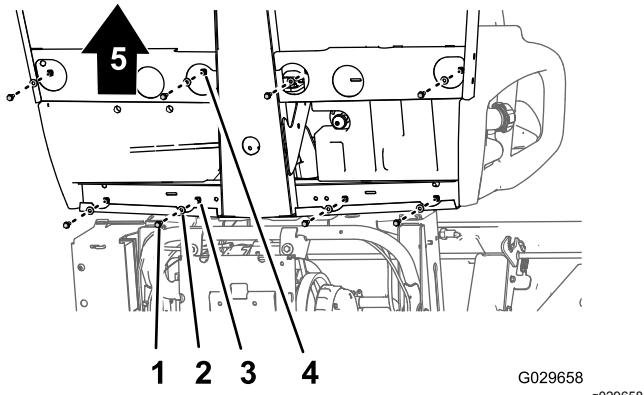
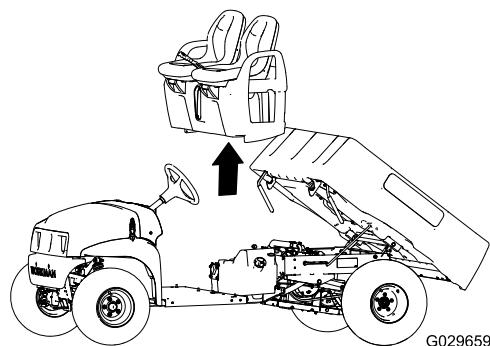

图 41
图 42
- 在机器的底部卸下将座椅底座固定至底板和后驾驶室通道上的 8 个凸缘头螺栓和 8 个垫圈 图 41。
- 小心从机器中提起座椅、座椅底座和手刹拉索 图 41。
1. 将座椅和座椅底座提到机器上并将刹车拉索与机箱对齐图 41 和图 42。
2. 将座椅底座中的孔与底板和后驾驶室通道中的孔对齐图 41 和图 42。